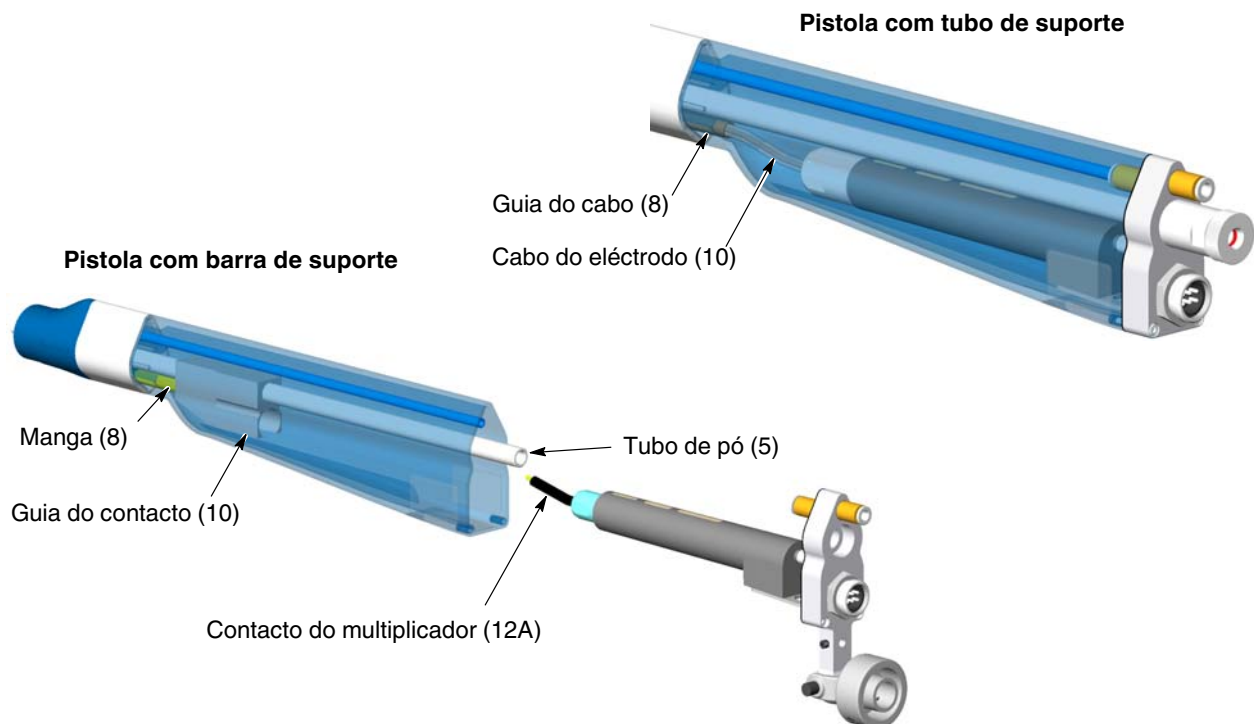

Figura 35 Montagem do multiplicador: Passo 6
Pistolas com barras de suporte: Consulte a figura 35. A partir da extremidade aberta do alojamento do multiplicador, monte a guia do contacto no tubo de pó. Empurre a guia do contacto para dentro do alojamento, até ela assentar na manga (8). Se estiver bem montado, o contacto deve ser visível na extremidade aberta da guia do contacto.
Pistolas com tubos de suporte: Consulte a figura 35. Ao colocar o conjunto de poço de calor/multiplicador no alojamento, certifique-se de que o cabo do eléctrodo (10) desliza livremente através da guia do cabo.
Pistolas com barras de suporte: Consulte a figura 35. Certifique-se de que a ponta do contacto do multiplicador (12A) desliza para dentro da guia do contacto (10) no interior do alojamento.